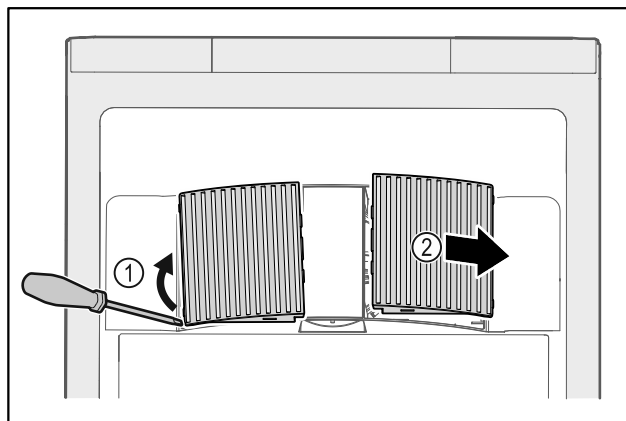

Fig. 234
- ▶ Opatrne vytiahnite kryty ventilátorov z bočnej strany Fig. 234 (1) a vyberte ich smerom dopredu Fig. 234 (2).